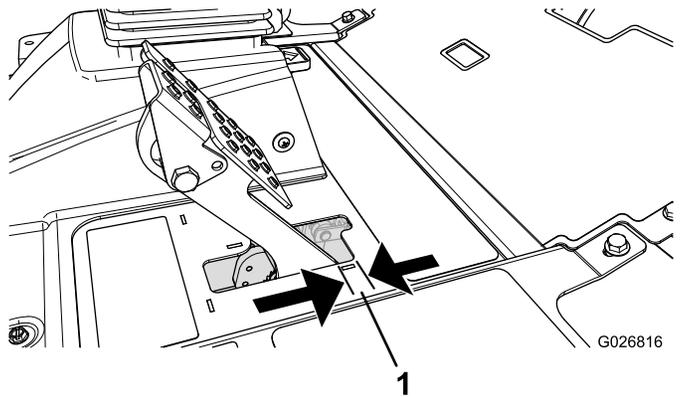

Bild 84
Stellen Sie die Bremsen ein, wenn das Bremspedal mehr als 2,5 cm Spiel hat, oder wenn die Bremsen nicht mehr gut genug greifen (Bild 84). Als Spiel gilt der Abstand, den das Bremspedal zurücklegt, bevor ein Bremswiderstand spürbar ist.
2. Ziehen Sie die hintere Mutter an, um den Zug nach hinten zu bewegen, bis das Bremspedal ein Spiel zwischen 0,63 mm bis 1,27 cm aufweist, bevor die Radsperre auftritt (Bild 84).